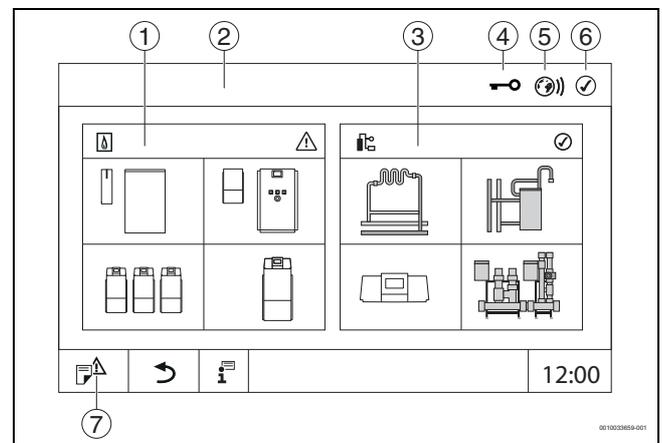

Рис. 3 Обзор системы (пример)
- ▶ коснитесь **установка** (→ рис. 3, [3], стр. 7).